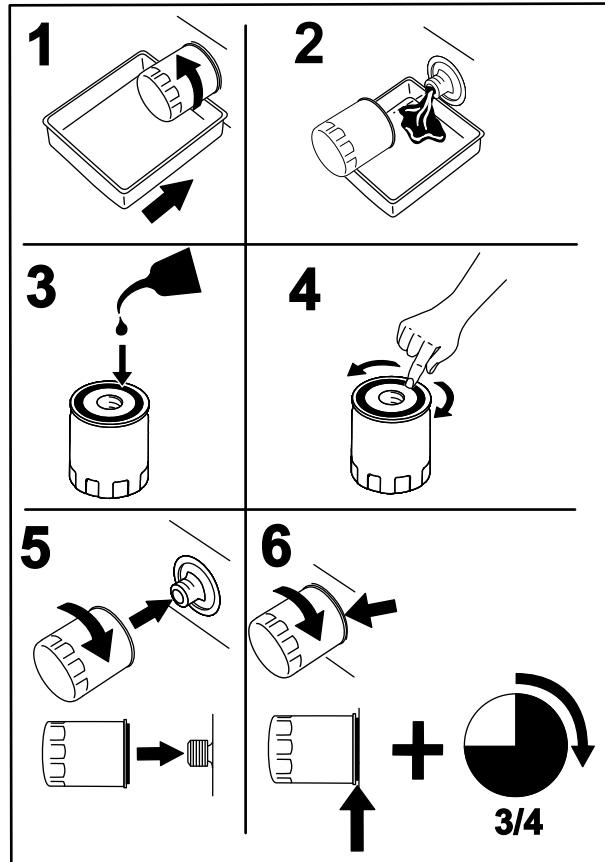

Bild 53
2. Wechseln Sie den MotorölfILTER (Bild 53).